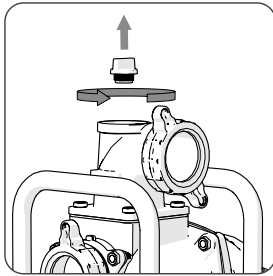

Fig 4
- Enlevez le bouchon du réservoir du haut de la pompe. **(Fig. 4)**